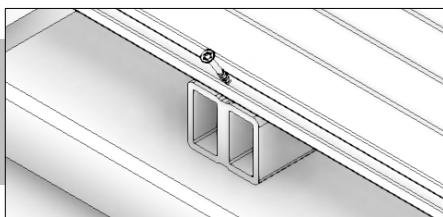
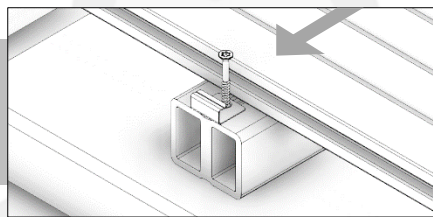
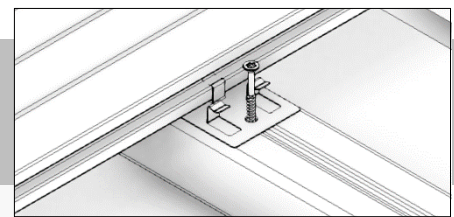

FIG. 8
FIG. 9
FIG. 10
- De begin- en eindplank(en) kunnen met m.b.v. eindclips (Fig. 9) of d.m.v. schroeven (bijvoorbeeld bij de laatste plank, wanneer er geen clip meer gebruikt kan worden) in de zijgroef bevestigd worden (Fig. 8). Tussen de planken kunnen tussenclips geplaatst worden (Fig. 10).